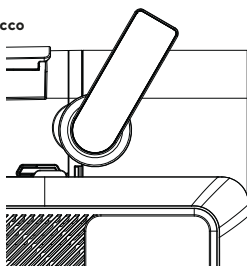

Figura 3
1. Scollegare l'apparecchio. Ruotare l'interruttore di bloccaggio del contenitore di miscelazione in posizione di sblocco (vedere Figura 3), rimuovere il contenitore di miscelazione, estrarre le pale di miscelazione e pulirle. Asciugare con un panno.